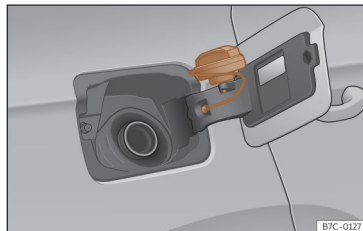

Fig. 180 Tampa do depósito com o tampão encaixado.
• Coloque-a no espaço existente na dobradiça da tampa aberta >>> **Fig. 180.**